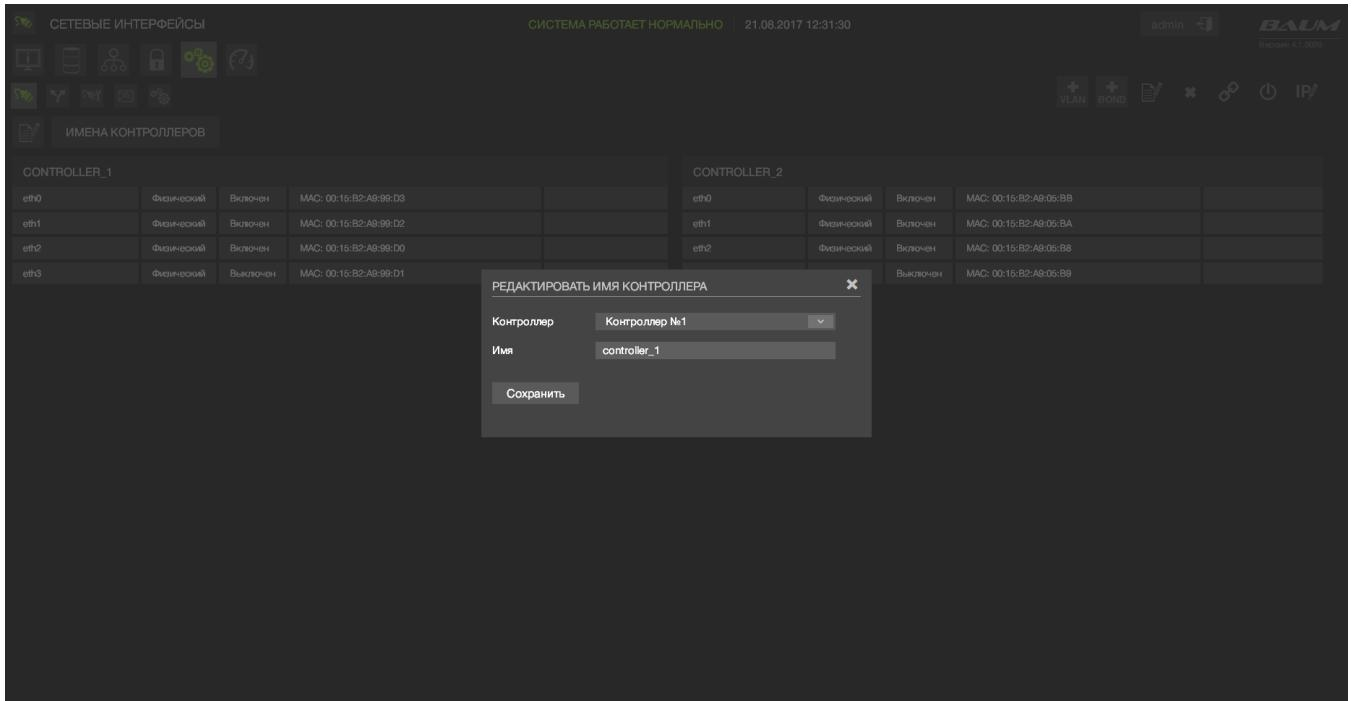

Рисунок 19 – Редактировать имя контроллера
- 3) Ввести необходимые параметры (см. Рисунок 19):